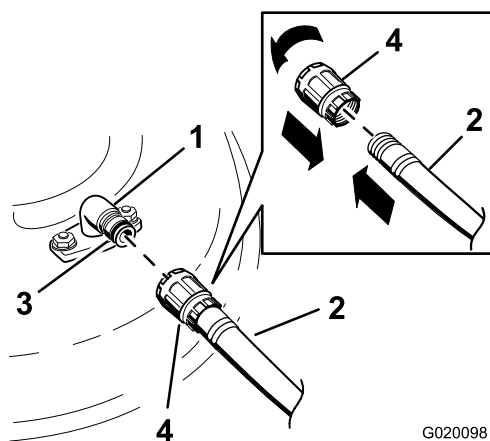

Figura 76
3. Ataai cuplajul furtunului la capătul fittingului de spălare a mainii de tuns iarba i pornii apa cu presiune maximă (Figura 76).